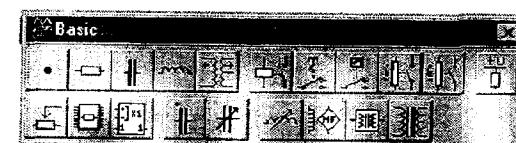

Рис. 1.2
**Basic** — поле компонент, у якому зібрано такі компоненти, як “з’єднувальний вузол”, пасивні елементи електричних кіл та комутаційне обладнання (рис. 1.2).